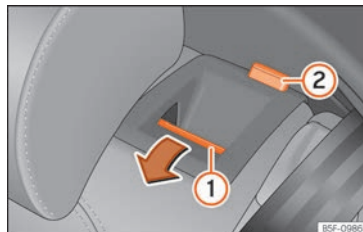

Fig. 64 Seient del darrere: abatre el respattller.
- Premeu la tecla de desbloqueig >>> **fig. 64** ① cap endavant i, alhora, abateu el respattller. El respattller del darrere està desbloquejat quan es veu una marca vermella a la tecla ②.